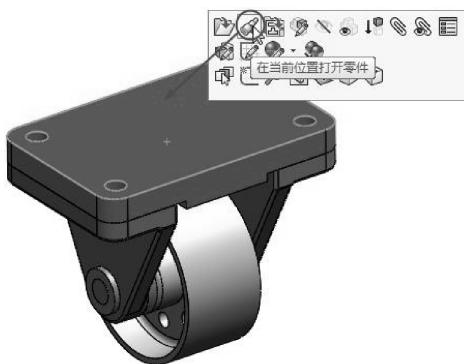

图 5-55 打开座板零件
- 选择滚轮装配体中的一块底座板，在当前位置打开，进入该座板零件的建模环境，如图 5-55 所示。